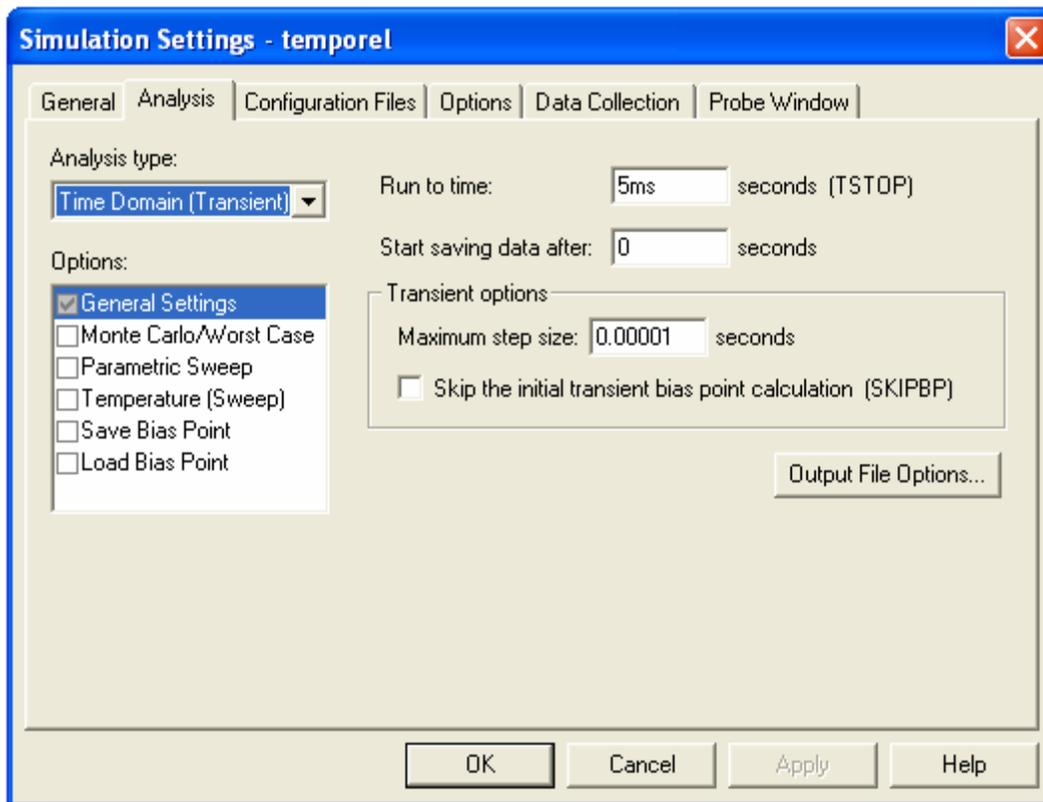

Figure 1.7 : création d'un profil de simulation temporel.
- La fenêtre de dialogue obtenue est représentée à la figure 1.7 :
Afin de visualiser le résultat de l'analyse de Fourier, dans le menu principal de PROBE, il faut sélectionner *Trace/Fourier* (figure 1.7).